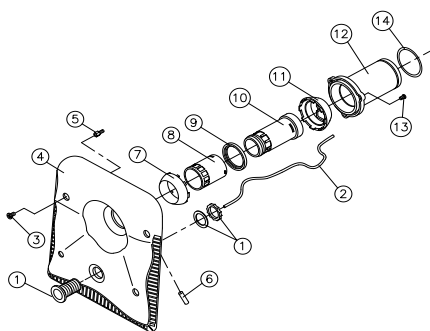
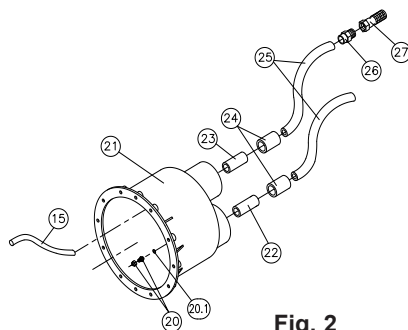

Fig. 3
Fig. 2
Wir schießen das Transparentrohr (Nr.2, Fig.2) an den Mikroschalter an, der sich im oberen rechten Teil der Tafel befindet, wobei es sehr wichtig ist, sich zu versichern, daß das Transparentrohr nicht verbogen wird.
**3.1** Per fissare la nicchia (n.21, Fig.2) in una parete di cemento, basta seguire le istruzioni fornite nel capitolo 2 (luogo di installazione).
**4.1** La nicchia viene fornita con i tubi n.22 e n.23, (Fig.2) già installati, e uno dei manicotti (n.24, Fig.2) viene fornito incollato al tubo n.22.
Questa linea è costituita da un manicotto (n.24), un tubo flessibile (n.25), un terminale filettato maschio (n.26) e una valvola di fondo (n.27), tutti questi pezzi vengono forniti montati, pertanto bisognerà unicamente incollare l'estremità del manicotto (n.24) al tubo (n.23) già installato nella nicchia. È importante fissare il tubo della linea dell'aria alla parete delle locale tecnico facendo in modo che la valvola di fondo rimanga nella parte più alta per evitare, in questo modo, l'aspirazione della sporcizia (vedi Fig.8, pag.53). Infine, verrà installato il tubo flessibile (n.15, Fig.2) infilandolo a pressione nel cannello che si trova all'interno della nicchia (vedi Fig.5, pag.50).
Questa linea è costituita da un tubo (n.22), un manicotto (n.24) e un tubo flessibile (n.25); dal momento che il tubo (n.22) e il manicotto (n.24) sono già installati nella nicchia, bisognerà incollare unicamente il tubo (n.25). Prima di incollare l'estremità del tubo (n.25) al manicotto (n.24), si introdurrà il tubo trasparente (n.2, Fig.3) all'interno della linea pneumatica, si passerà l'estremità di tale tubo trasparente (n.2, Fig. 3) attraverso il foro della nicchia, e lo si fisserà mediante la morsa passacavo (n.20 e 20.1, Fig. 2). Una volta effettuata questa operazione si procederà a incollare il tubo (n.25) al manicotto (n.24).
L'estremità del tubo (n.2, Fig. 3) verrà collegata al microinterruttore situato su un laterale del quadro idropneumatico che viene fornito con l' HIDROJET.